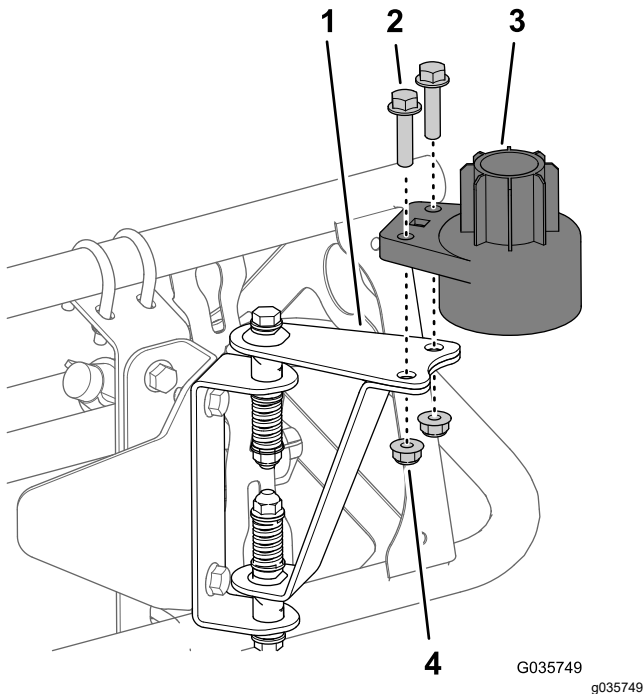

Figura 19
1. Montai carcasa inferioară a senzorului pe elementul de montare a senzorului (Figura 19) folosind 2 uruburi (5/16 x 1 1/4") i 2 contrapiulițe (5/16").